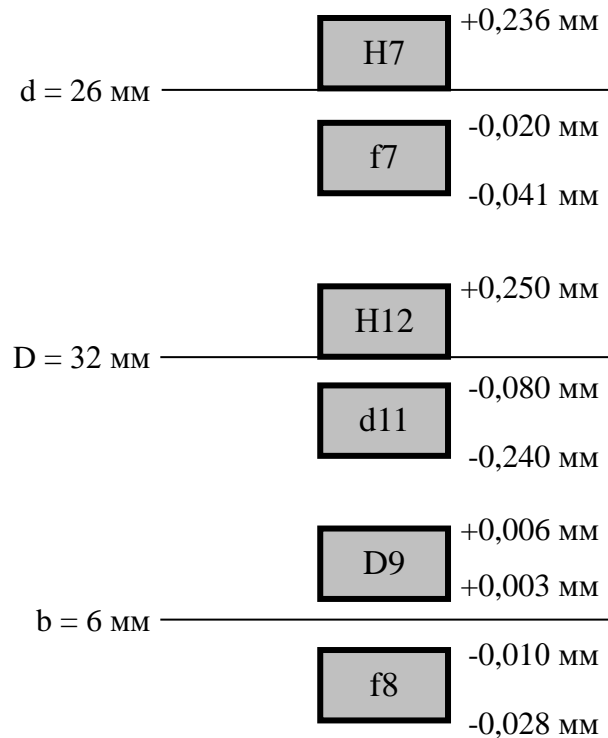

Рис. 5. Схема расположения полей допусков шлицевого соединения.
2. Составляем на рис. 5 схему расположения полей допусков.